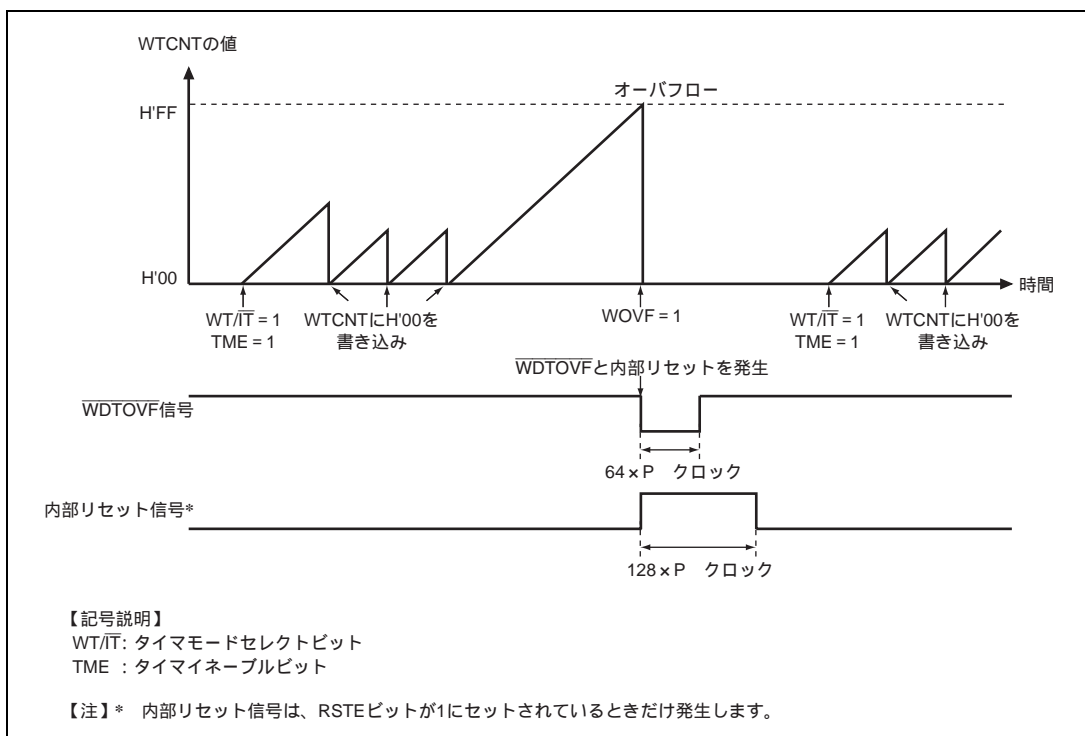

図 14.4 ウォッチドッグタイマモード時の動作
4. カウンタがオーバーフローすると、WDTはWRCSRのWOVFを1にセットして、 \overline{WDTOVF} 信号が外部に出力されます。これを図14.4に示します。この \overline{WDTOVF} 信号を用いて、システムをリセットすることができます。 \overline{WDTOVF} 信号は、 $64 \times P$ クロックの間出力されます。